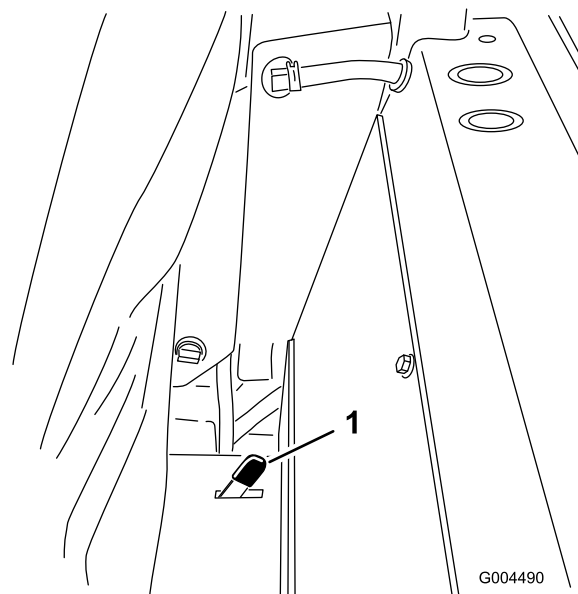

Figura 36
2. Tirate indietro uno dei fermi del sedile, situati dietro ed ai lati del sedile, per sbloccare il sedile, e ribaltatelo (Figura 36).